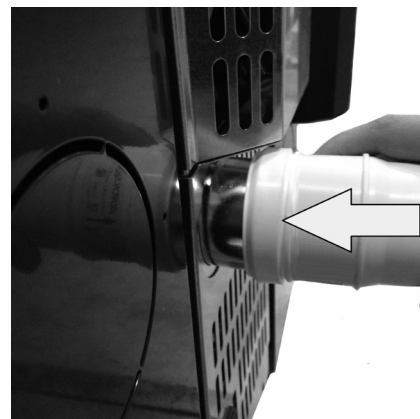

Fig. 14 - Phase 3
- Leitung mit Außengewindeanschluss \varnothing 6 cm einsetzen (siehe **Fig. 14**).